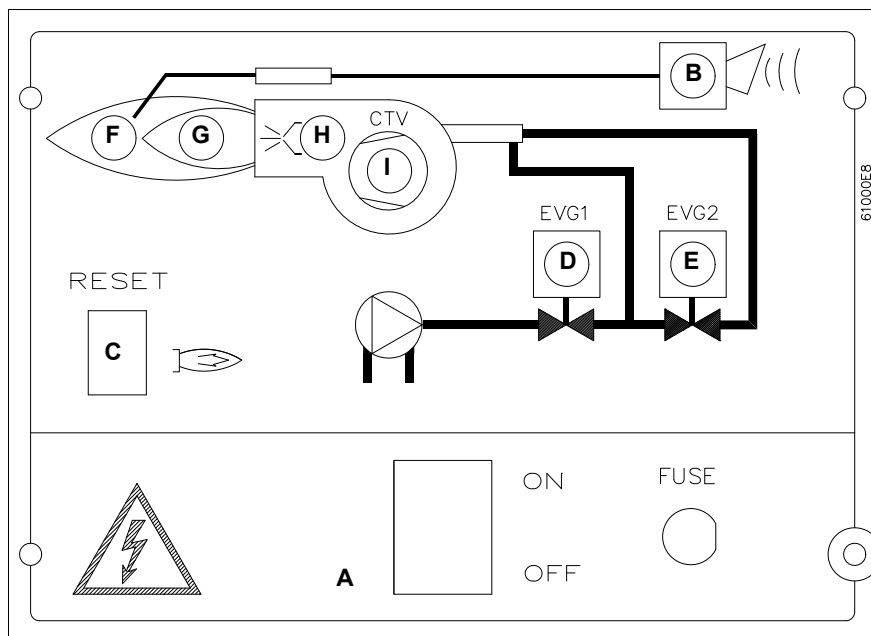

Fig. 9
- 5 Accendere il bruciatore portando a ON l'interruttore principale **A** del bruciatore (Fig. 9): in caso di blocco (segnalato dal LED **B** del quadro di controllo) premere il pulsante RESET (**C**) presente sul quadro del bruciatore (Fig. 9) - vedi "FUNZIONAMENTO" a pagina 23;